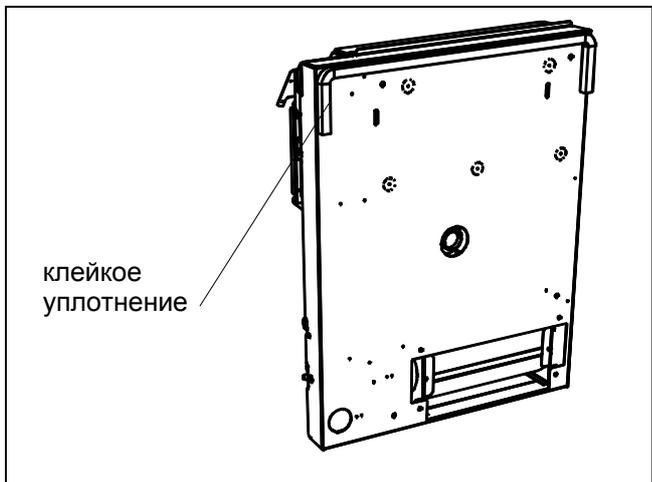

Рисунок 13 – РАСПОЛОЖЕНИЕ УПЛОТНЕНИЙ В МОД. 4001, 4002, 5001, 5002 8001 И 8002
9. Разместить клейкое уплотнение из губкообразного материала на опорной раме (корпусе) (расположенном в задней части установки) как указано на Рисунок 13. Старайтесь избежать смены положения, что может быть затруднительным.